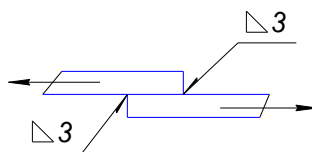

Рис. 6
6. Проверить прочность сварного соединения листов (рис. 6). Дано:  $Q=10^4$  Н – нагрузка,  $L=200$  мм – длина сварных швов,  $[\sigma]=100$  МПа – допускаемое напряжение для материала шва.